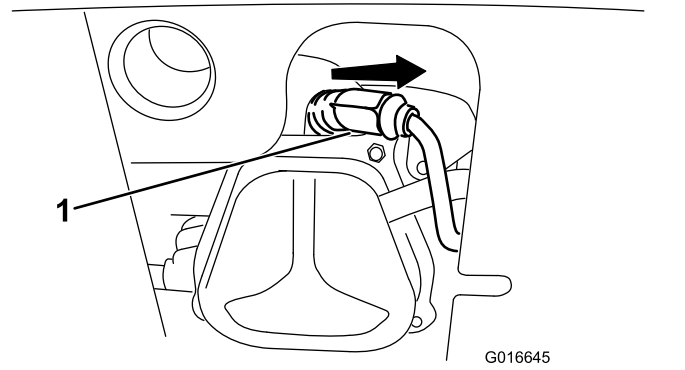

Figura 37
1. Retire el protector de goma (Figura 37).